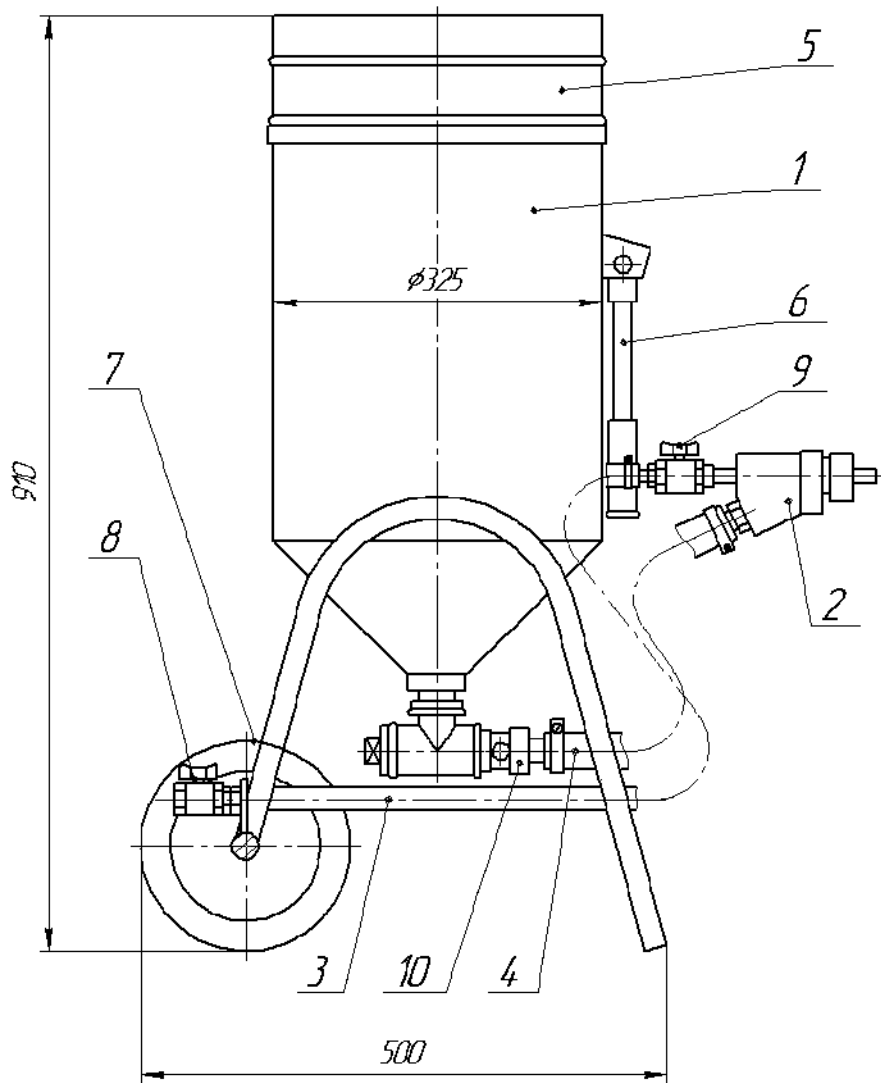

Рисунок 1. Аппарат струйной очистки АСО-40Э.
3.1 Аппарат, рис.1 состоит из следующих основных узлов:
4.1 Аппарат (рис.1), представляет собой устройство, состоящее из:
через сопло 3 воздушно-абразивная смесь поступает на обрабатываемый объект. Устойчивый расход абразивного материала регулируется гайкой (рис. 1, поз. 10). Интенсивность обработки регулируется перемещением воздушного сопла в корпусе соплодержателя.
7.3 Отрегулировать устойчивую подачу абразивного материала регулировочной гайкой (рис. 1, поз. 10).